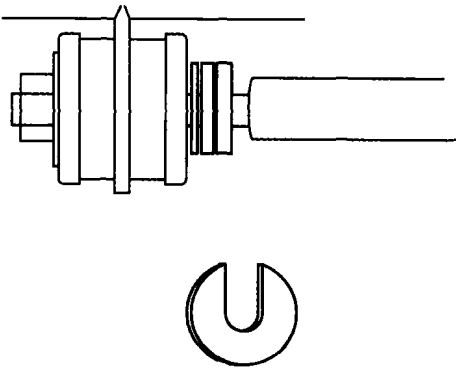

图 1-1 在拉杆上增减垫片调整后倾角
1) 调整指导。拧松拉杆连接衬套连接螺母，取 _____ 下或增加垫片来修正主销后倾角。见图 1-1。
① 所需部件：调整垫片。
② 不需要更改部件。